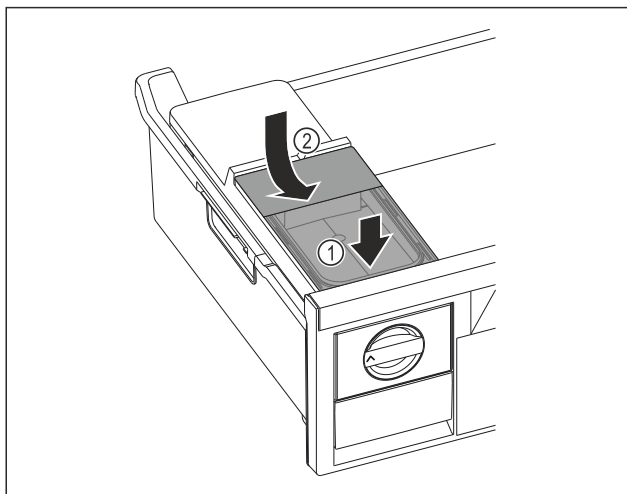

Fig. 71
- Nádržku na vodu nasadíte vpredu. Fig. 71 (1)
- Nádržku na vodu spustíte vzadu. Fig. 71 (2)